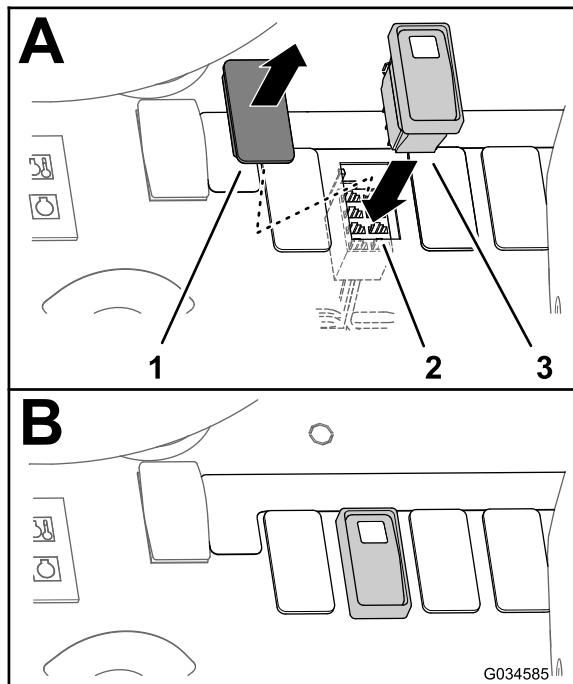
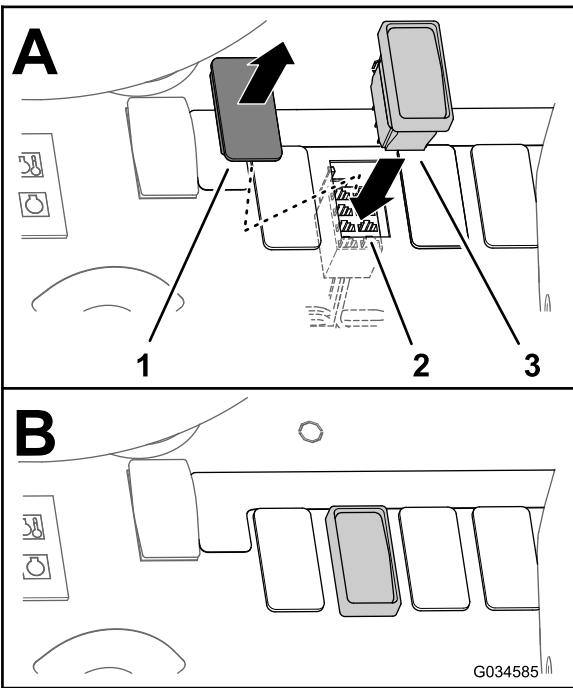

Figura 36
Figura 37
1. Rimuovete il tappo dell'interruttore del serbatoio di lavaggio dal cruscotto (Figura 36 o Figura 37).
3. Disponete il connettore a 8 prese verso il foro aperto nel cruscotto (Figura 36 o Figura 37).
4. Collegate l'interruttore a 3 posizioni nel connettore a 8 prese attraverso il pannello del cruscotto (Figura 36 o Figura 37).
5. Inserite l'interruttore a 3 posizioni nell'apertura del pannello del cruscotto fino a quando il fermo dell'interruttore non scatta saldamente in posizione nel cruscotto (Figura 36 e Figura 37).